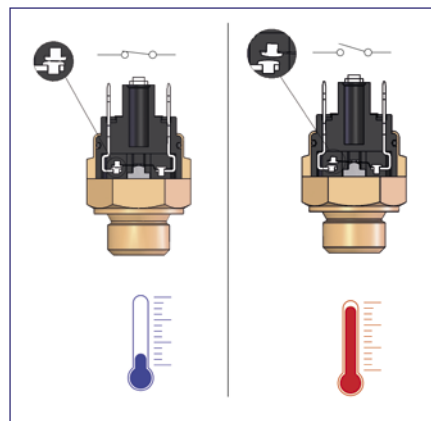

FIG. 2 ABB. 2
- The diagram of Fig. 2 shows a Thermostat with NORMALLY CLOSED (NC) contacts in the absence of temperature.
- Die Darstellung in Abb. 2 zeigt einen Thermostat mit Kontakten, die in Abwesenheit von Temperatur NORMALERWEISE GESCHLOSSEN (N.C.) sind. Wir sehen also, dass in Abwesenheit von Temperatur die Kontakte geschlossen sind und dass das Signal an den Außenkontakten vorhanden ist. Bei Erreichen der Eichtemperatur steigt der elektrische Kontakt und unterbricht das Signal.